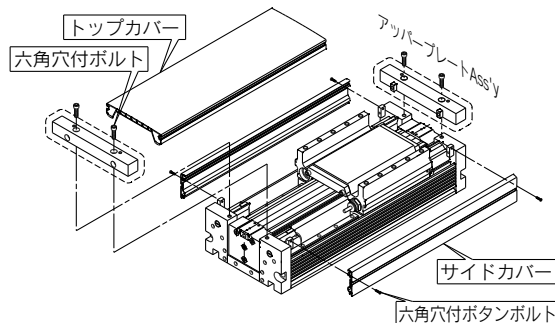

図2. カバー着脱図
- ② ①の調整においてなおかつ調整代が足りない場合には、ショックアブソーバを調整することが可能です。図2に示すようにカバー類を取外し六角ナットを緩め調整を行ってください。